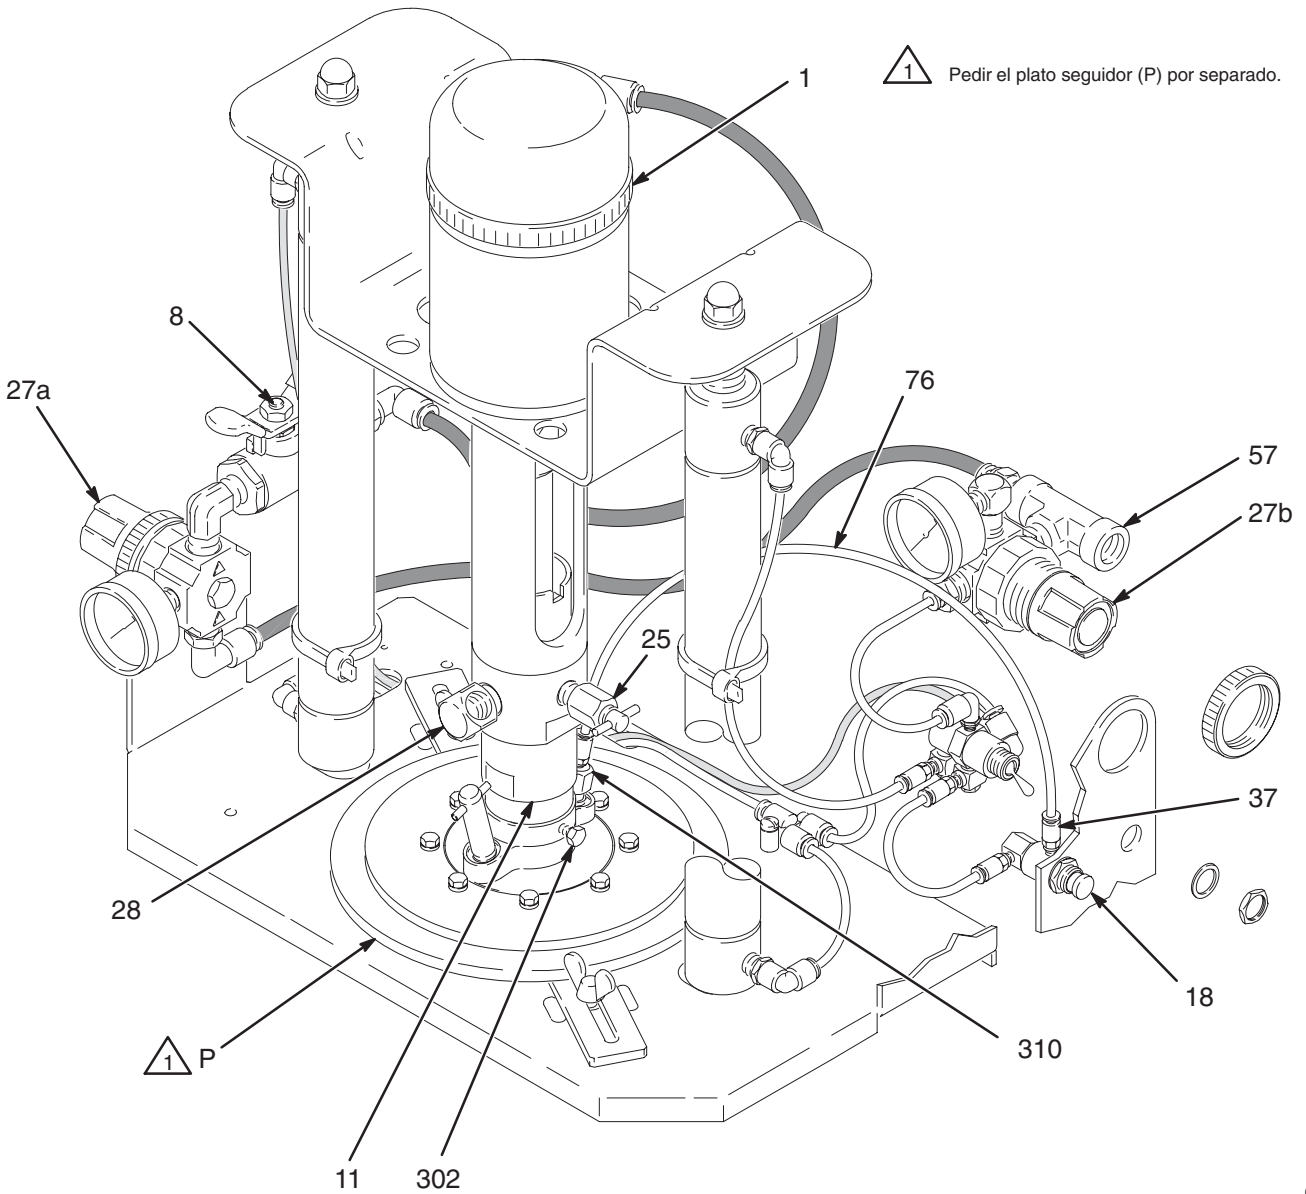

Fig. 2
2. Lea la sección **Componentes y accesorios del sistema** en la página 9. Conecte una manguera de suministro de aire al racor (57) principal de entrada de aire de 1/4 npt(f). Vea la Fig. 2.
3. Desenrosque el plato seguidor (P). Desenrosque los tornillos (302) de forma que dejen libre el alojamiento de admisión de la bomba (11). Eleve el ram colocando la válvula de control (36) en la posición "UP" y aumentando el ajuste del regulador de aire del ram (27b).
4. Coloque el plato seguidor (P) sobre un bloque de madera de 50,8 mm de espesor x 4 pulg. de ancho. Centre el plato seguidor y el bloque de madera en la base, debajo del alojamiento de admisión de la bomba (11).
5. Fije el regulador de aire del ram (27b) en cero. Coloque el interruptor (36) de la válvula de control del ram en posición "DOWN". Mientras el ram cae lentamente, guíe el alojamiento de admisión de la bomba (11) hacia el plato seguidor (P).
6. Fije el regulador de aire del ram (27b) en 0,07 Mpa, 0,7 bar. Empuje hacia abajo la bomba para instalar el plato seguidor (P) sobre el alojamiento de admisión (11). Sujete el plato seguidor a la bomba con los dos tornillos (302).
7. Conecte el tubo (76) de la línea de aire de 660 mm desde el conector (37) de la válvula de asistencia neumática (18) hasta el conector (310) del plato seguidor (P). Consulte **Conexión y desconexión de tubos**.
Accesorios del sistema (Vea la Fig. 2)